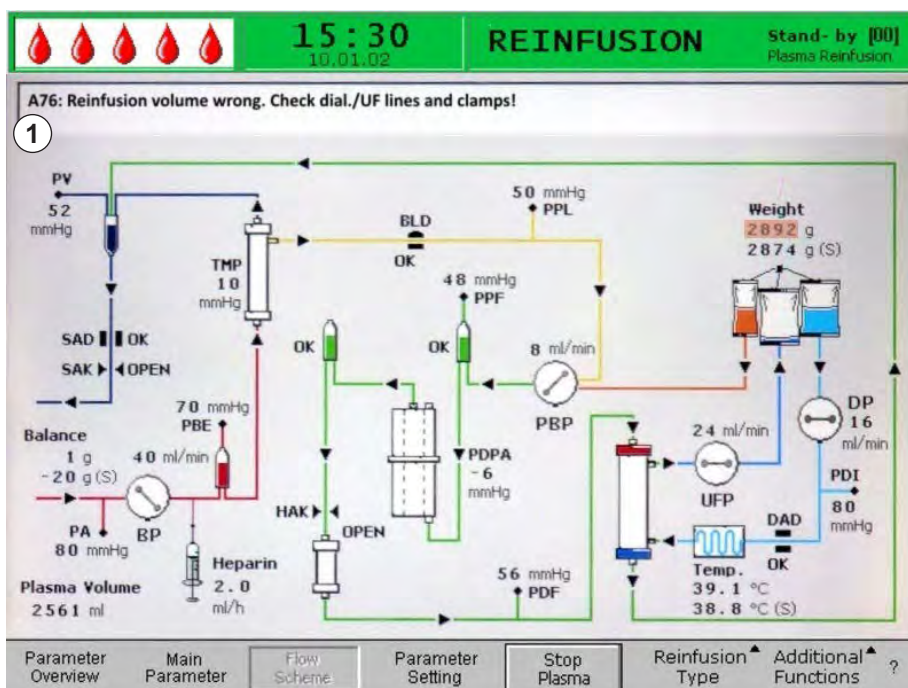

Рис. 9-1 Индикация сигналов тревоги в строке сигналов тревоги/замечаний
Аварийная ситуация всегда требует особого внимания и немедленной реакции пользователя. Сигналы тревоги отображаются в строке сигналов тревоги/замечаний (Рис. 9-1, ①) и сопровождаются подачей звукового сигнала.